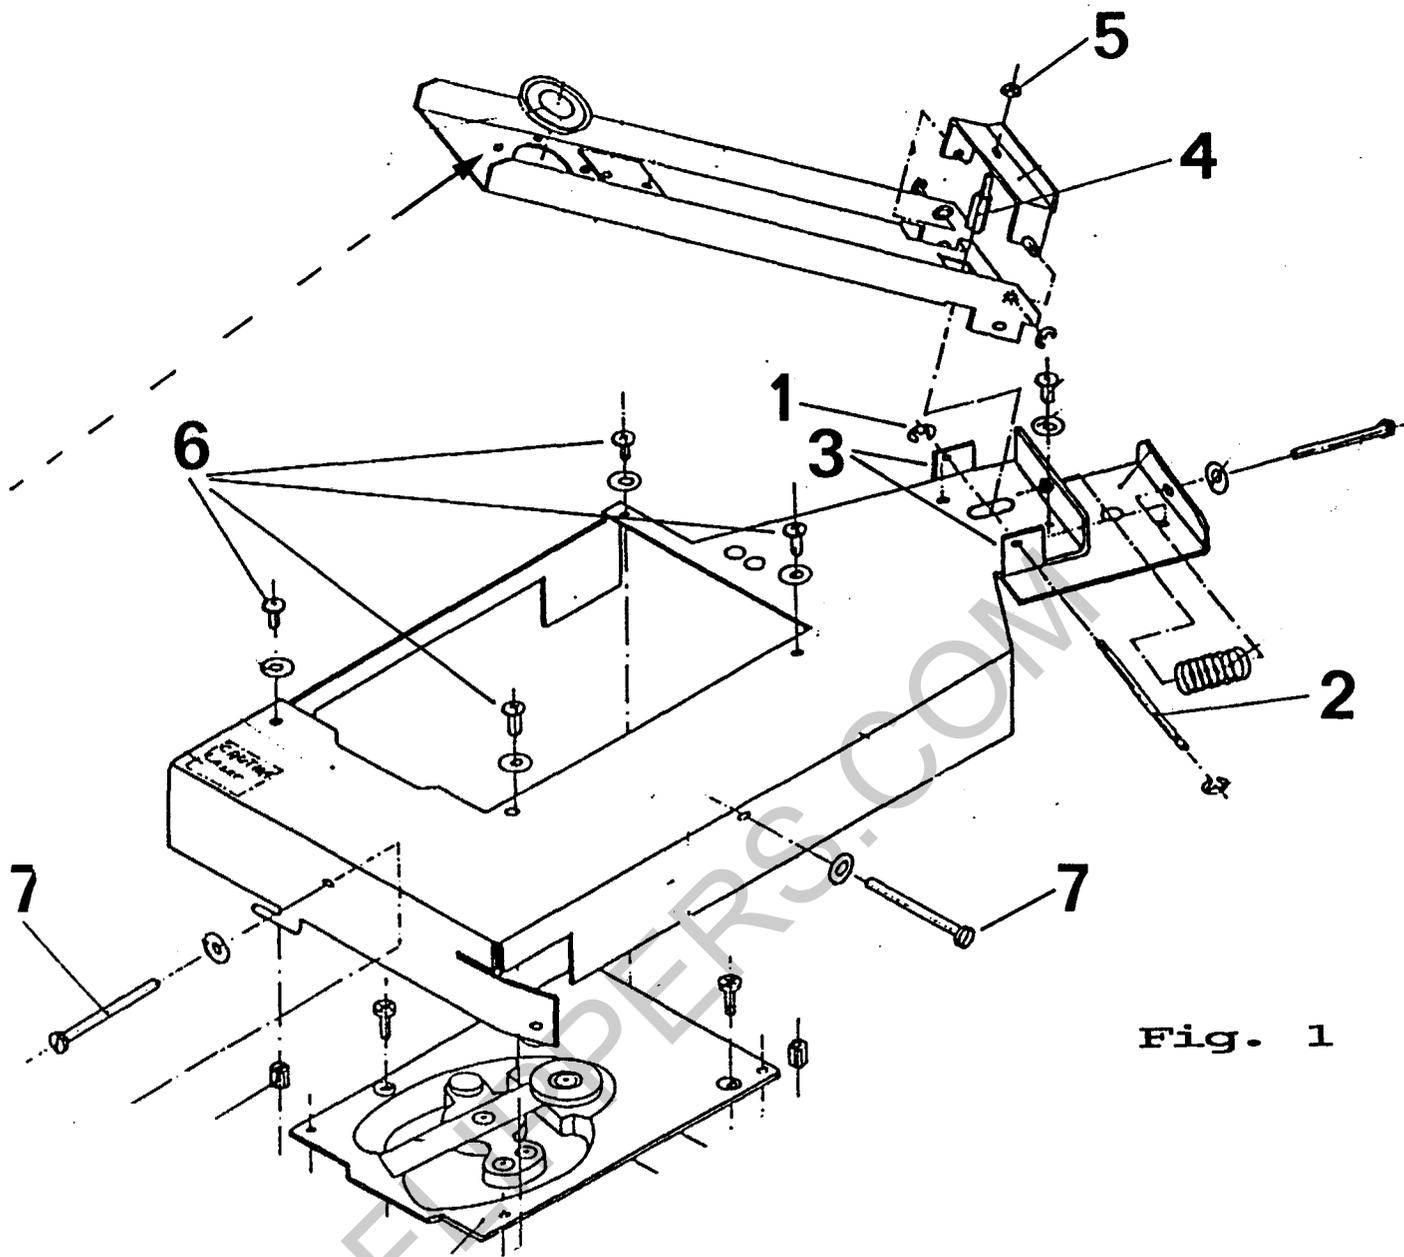

Fig. 1
1. Sprengring (Fig.1 , Pos.1) entfernen.
2. Achse (Fig.1 , Pos.2) nach außen herausdrücken.
3. Den neuen Andruckarm mit magnetischem Andruckpuck in umgekehrter Reihenfolge wieder einbauen, evtl. müssen die Aufnahmewinkel (Fig.1 , Pos.3) geringfügig nach außen gebogen werden.
- 4 Befestigungsschrauben (Fig.1, Pos.6) lösen.
- mit den 2 Justierschrauben (Fig.1, Pos.7) den CD-Spieler so zentrieren, daß der magnetische Zentrierpuck sich im Zentrum der Bohrungen befindet.
- 4 Schrauben wieder anziehen (Fig.1, Pos.6).
Justage durch Stellschraube (Fig.1, Pos.4) am Ausgleichswinkel des Andruckarms. Vorher Kontermutter (Fig.1, Pos.5) lösen!
Nach der Einstellung kontrollieren, daß der Druckstab nicht in der Führungshülse bei geschlossenem Andruckarm verkantet, evtl. Position der Stellschraube (Fig.1, Pos.4) im Langloch des Ausgleichswinkels verändern.
1. Remove retaining ring (fig.1, pos.1).
2. Pull out shaft (fig.1, pos.2) to r.h. side.
Note: It may be necessary to expand the U-shaped bracket (fig.1, pos.3) because the new lid is fitted with nylon bearings.
- Slacken 4 screws (fig.1, pos.6).
- Adjust with 2 screws (fig.1, pos.7) so that the magnetic pressure disc is in the centre.
- Tighten 4 screws (fig.1, pos.6) again.
6. In play position, shaft (fig.4, pos.1) below chassis must have a clearance of approx. 0,2mm (0,0078 inch) to the lift lever (fig.4, pos.2). Check with gauge of 0,2mm. Adjustment with screw (fig.1, pos.4) on the lift bracket. Before tightening of the lock nut (fig.1, pos.5) in the elongated hole, ensure that the lifting shaft moves freely in the shaft tube.
1. enlever l'anneau ressort (fig.1, pos.1).
2. retirer l'axe (fig.1, pos. 2) vers l'extérieur.
3. monter le nouveau bras avec pression magnétique dans l'ordre inverse que précédemment, éventuellement écarter un peu vers l'extérieur le support en U (fig.1, pos.3) car le nouveau bras a un palier en nylon.
- dévisser les 4 vis de fixation (fig.1, pos.6).
- avec les 2 vis de réglage (fig.1, pos.7), centrer le lecteur de manière à le disque de pression magnétique se trouve bien au centre des 4 trous.
- revisser les 4 vis de fixation (fig.1, pos.6).
6. en position jeu, l'axe (fig.4, pos. 1) en dessous du chassie, doit avoir un jeu de 0,2 mm avec le levier (fig.4, pos.2). Vérifier avec la jauge de 0,2 mm. Réglage par l'écrou (fig.1, pos.4) sur le support de gauche. Ne pas oublier auparavant de dévisser le contre écrou (fig.1, pos.5).